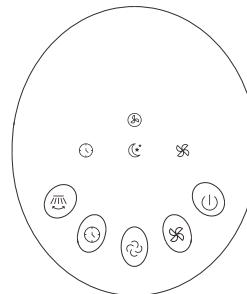

Fig. 6
4.2 Butoane pe corpul ventilatorului/indicatorul panoului (Fig. 6)